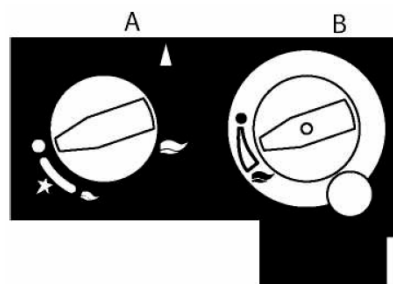

Fig. 31
Bedieningsknop A ontsteekt de brander. Bedieningsknop B regelt de vlamhoogte (zie fig. 31).
- 5) Draai de knop door tot stand ▲ (grote vlam) (zie fig. 31).
- 2) Stel nu met bedieningsknop B de hoogte van de vlammen in tussen de waakvlamstand ● en volstand 🔥 (zie fig. 31).